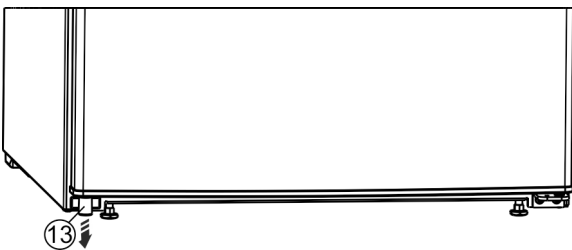

Fig. 5
- ▶ Извлеките распорную деталь Fig. 5 (13) из двери вниз слева.